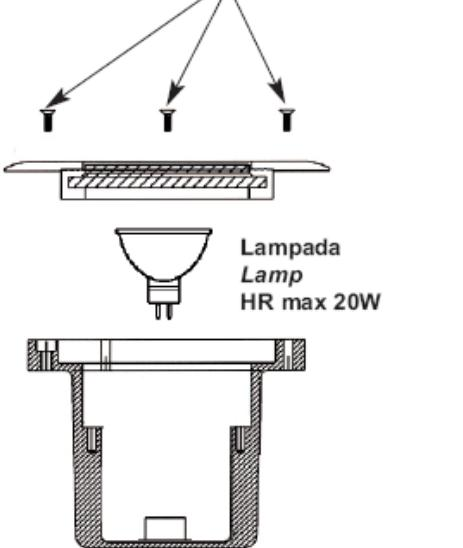

FIG. 1
- L'apparecchio deve essere utilizzato solo se completo del suo schermo di protezione. Trattasi di vetro temperato chimicamente (Fig.1).
- Bei dem Glas handelt es sich um ein temperaturwechselbeständiges, bedrucktes Glas (Bild 1).